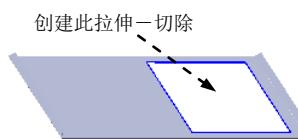

图 17.8.27 创建切除一拉伸 1
Step4. 创建图 17.8.27 所示的切除—拉伸 1。选择下拉菜单 插入(I) → 切除(C) →